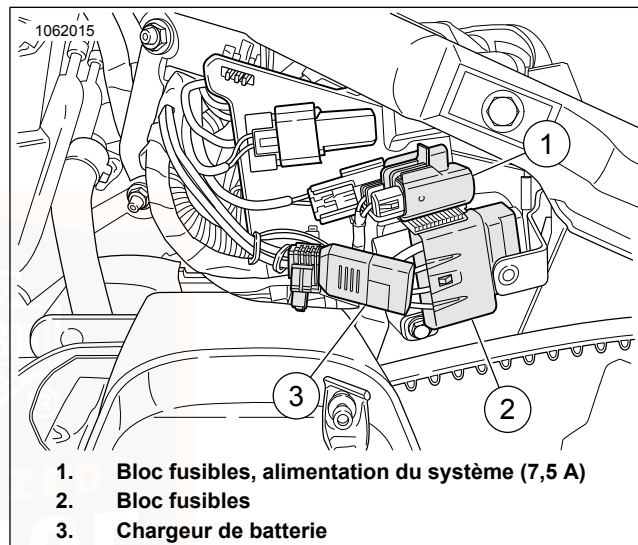
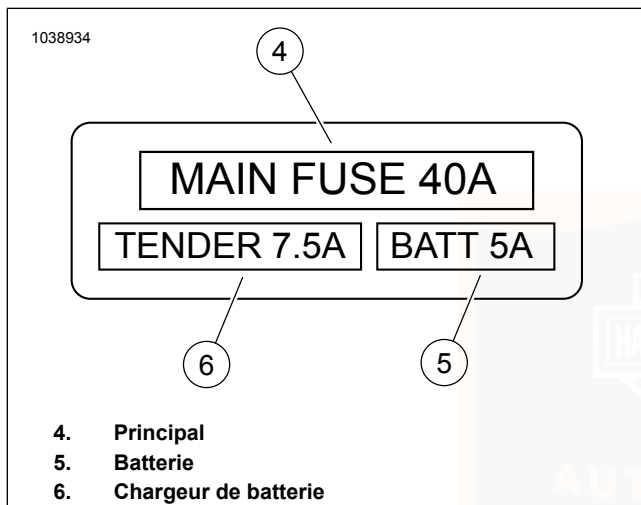

Figure 90. Fusibles
Figure 91. Bloc fusibles
3. Voir Figure 90 et Figure 91. Déposer le bloc fusibles du boîtier inférieur de la moto.